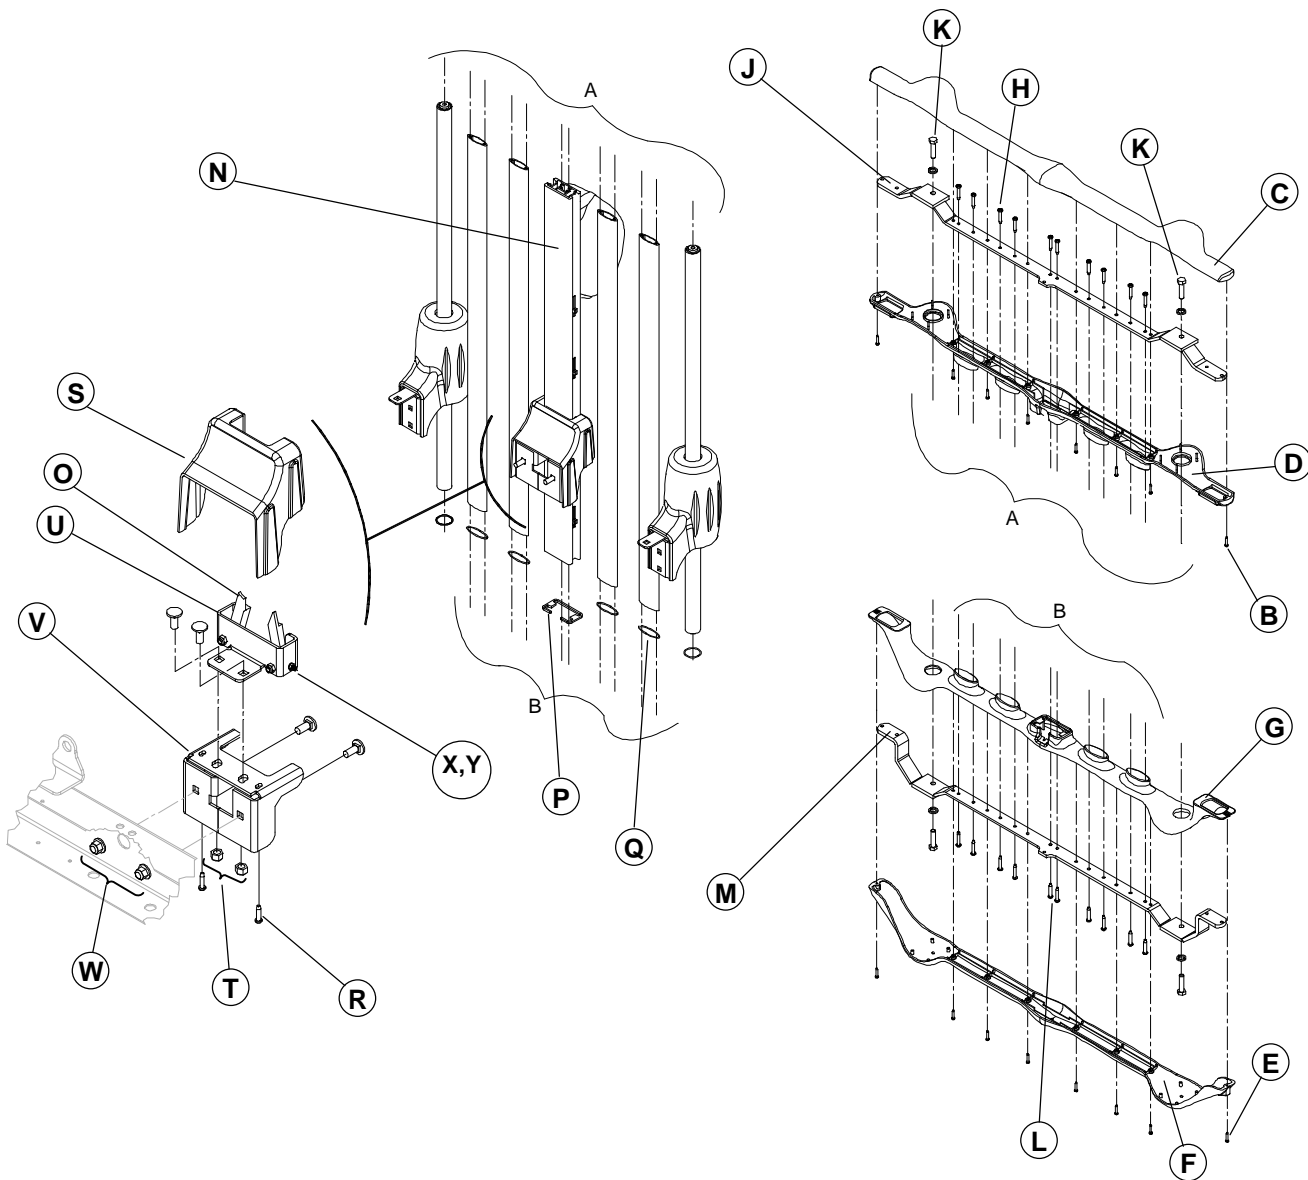

Figure 3.15B
À moins d'indications contraires, les références contenues dans la procédure qui suit référeront à la figure 3.15B à la page 44.
4. À l'aide d'un tournevis Phillips, retirez les huit vis (E, fig. 3.15B, page 44) retenant le couvercle de plastique inférieur à son pendant supérieur. S'il s'agit d'un côté latéral, ouvrez la porte d'accès pour atteindre la dernière vis de chaque côté du couvercle supérieur. Veuillez noter que dans le cas d'un côté avec porte d'accès fixe, ces deux dernières vis ne sont pas présentes.
2. À l'aide d'un tournevis Phillips, retirez les huit vis (B, fig. 3.15B, page 44) retenant le couvercle de plastique supérieur (C, fig. 3.15B, page 44) à son pendant inférieur (D, fig. 3.15B, page 44). S'il s'agit d'un côté latéral, ouvrez la porte d'accès pour atteindre la dernière vis de chaque côté du couvercle inférieur. Veuillez noter que dans le cas d'un côté avec porte d'accès fixe, ces deux dernières vis ne sont pas présentes.